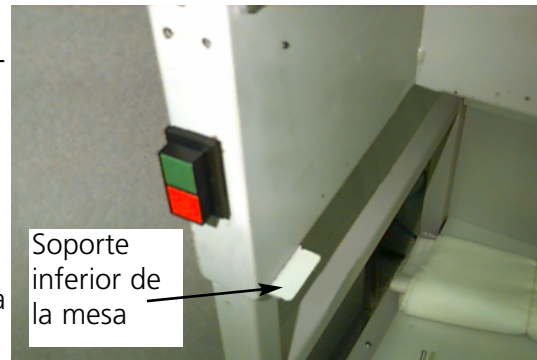

Figura 2-9
1. Bajen la mesa de bordado alzando la parte anterior de la mesa y tirandola hacia Vds. Pongan el tablero de la mesa sobre los soportes inferiores de la mesa (Figura 2-9) y empujen la superficie de la mesa hacia la parte trasera de la máquina. El tablero de la mesa entrará en su sitio.